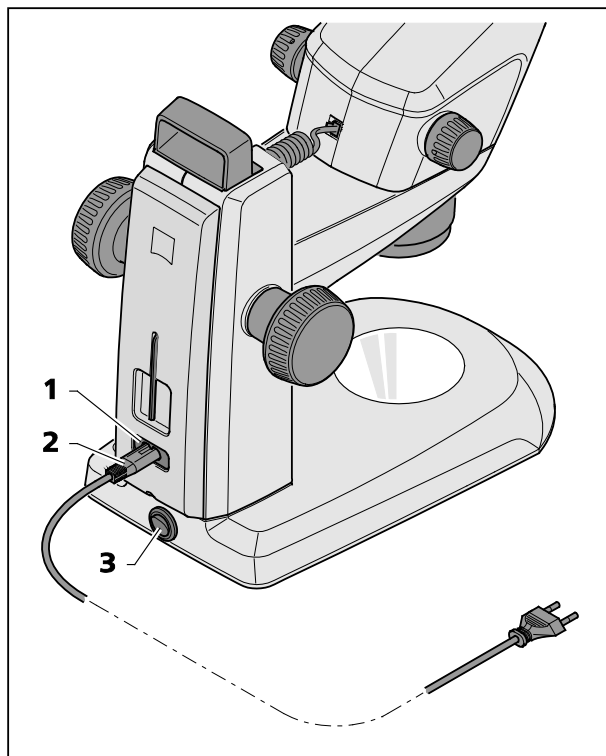

图 17 连接立体显微镜
- 将电线 (图 17/2) 插入镜臂的电源连接槽 (图 17/1)。
- 将电线(图 17/2) 插入某个电源插座。
- 通过电源开关 (图 17/3) 打开或关闭立体显微镜。